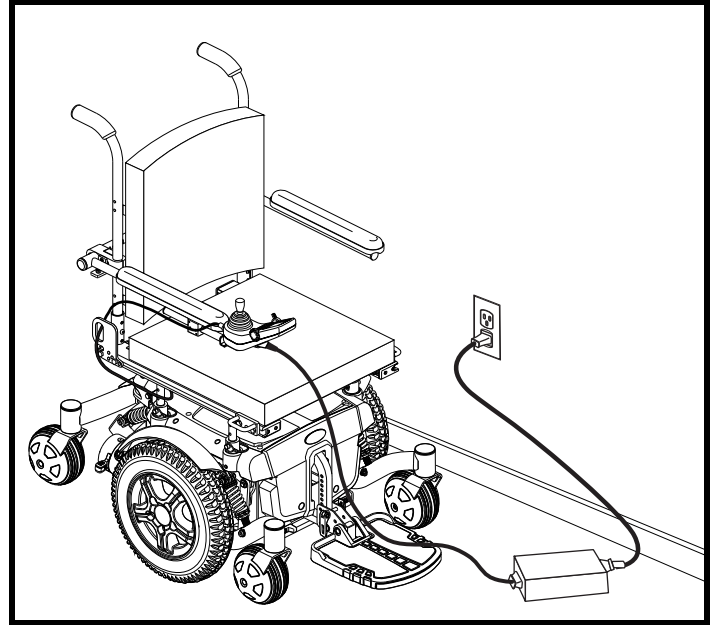

Abb. 24. Aufladen der Batterien
2. Vergewissern Sie sich, dass die Steuerung ausgeschaltet ist und die Freilaufhebel sich in der Antriebsstellung befinden. Siehe III. „Ihr Elektrorollstuhl“. **Siehe Abbildung 24.**